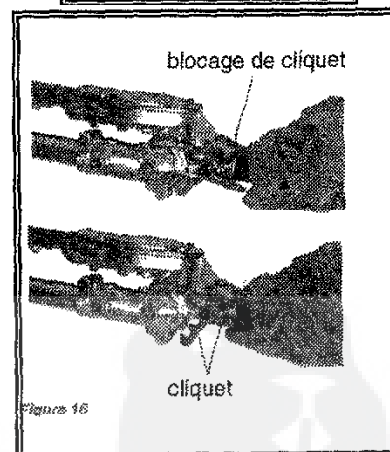

Figure 16
2. Appuyer sur le levier de blocage de cliquet avec l'index et presser le cliquet lui-même avec le pouce pour libérer le dispositif de coupe (figure 16).